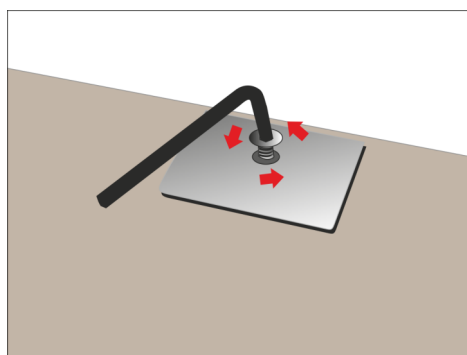

Рис. 2
3. Снимите дверь с петель, (ключ шестигранный 4 мм, рис. 2).